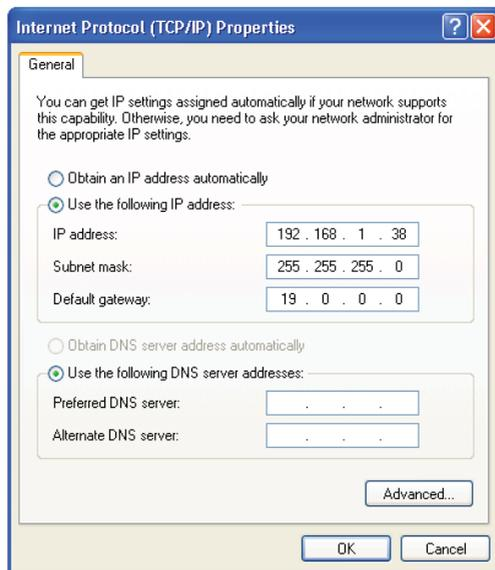

Рис. 6. Окно свойств интернет-протокола (TCP/IP)
6. Выберите **Use the following IP address (Использовать следующий IP-адрес)** и заполните поля в соответствии с рис. 6.